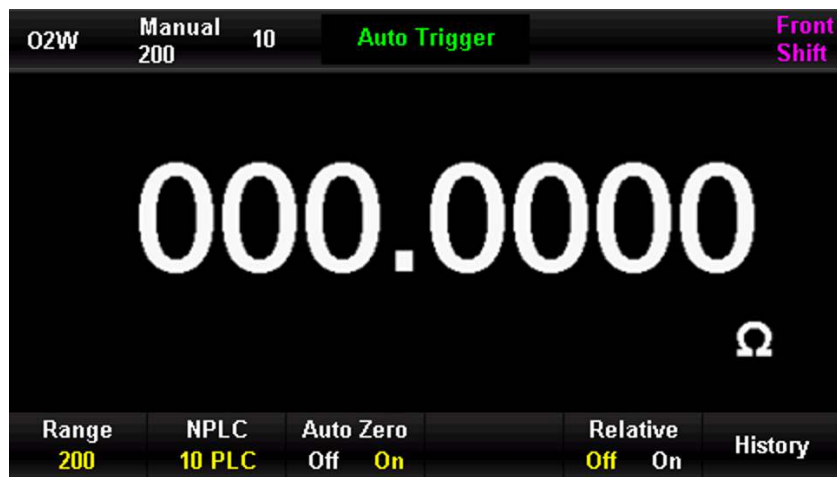

Abbildung 4-3 Ablesen des Kurzschlusses der Testleitung
4. Schließen Sie die beiden Messleitungen kurz und der Bildschirm zeigt die Leitungsimpedanz an, wie in Abbildung 4-3 dargestellt.